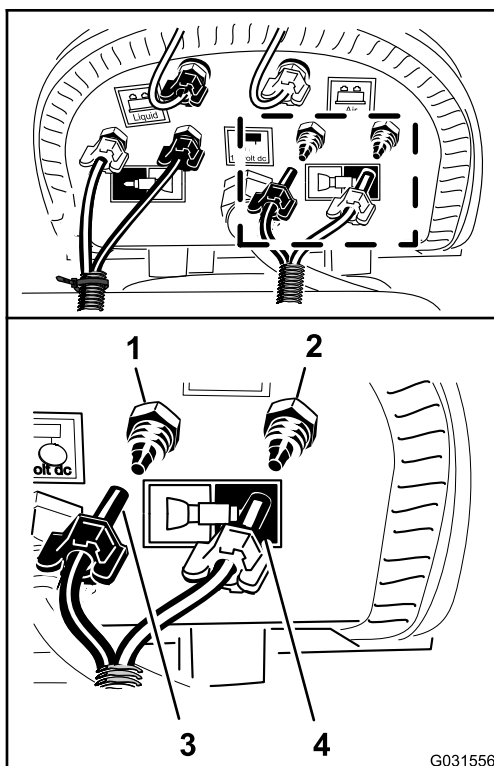

Figura 175
7. Ligue a tubagem não marcada (sem braçadeira de cabos) alinhando o tubo azul para a secção da rampa esquerda na união da compressão para o circuito de água da secção da rampa esquerda (Figura 175).
8. Monte a porca de compressão para o tubo na união e aperte a porca à mão (Figura 175).
9. Alinhe o tubo transparente para a secção da rampa esquerda na união da compressão para o circuito de ar da secção da rampa esquerda (Figura 175).
10. Monte a porca de compressão para o tubo na união e aperte a porca à mão (Figura 175).